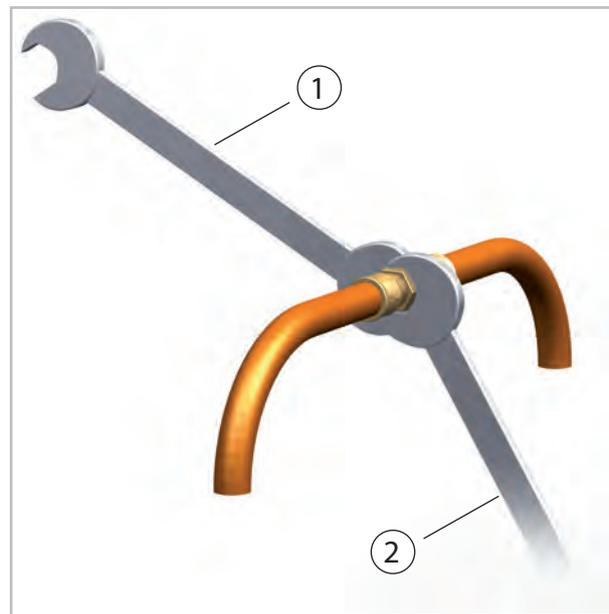

Fig. 78: Serrage des raccords vissés
- Raccordez tout d'abord les conduites de frigorigène à la main aux raccords de l'appareil pour assurer leur bonne position, puis fixez les raccords vissés à l'aide d'une clé à fourche. Utilisez une clé pour **maintenir** (Voir la Fig. 78).